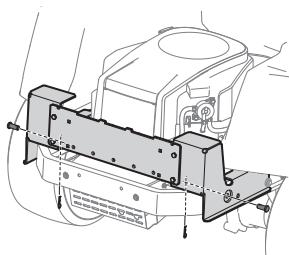

Figura 3
2. Fije el conjunto de soportes de montaje en el tractor usando dos pasadores de horquilla (711-0310) y pasadores de chaveta (714-04023) del paquete de herrajes 689-02200. Consulte la Figura 3.